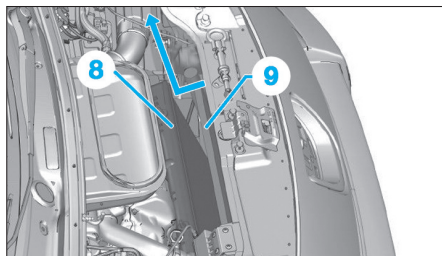

Fig. 8
- Ecarter le radiateur de refroidissement moteur (8) (Fig.8).
- Déposer le condenseur (9) suivant le sens de la flèche.